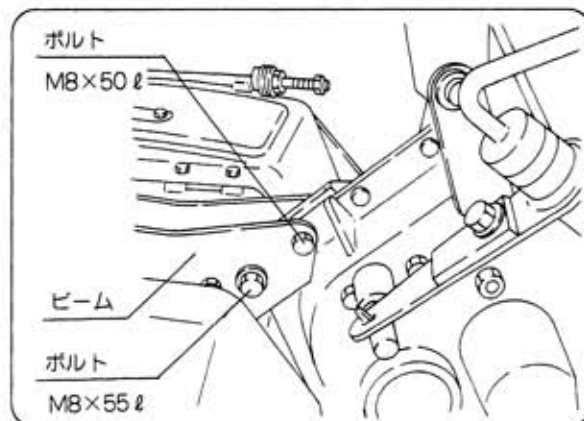

図56
- ① ビーム取付ボルト2本 (M8×50 ℓ、M8×55 ℓ 各1本) のナットをゆるめてください。(図56)